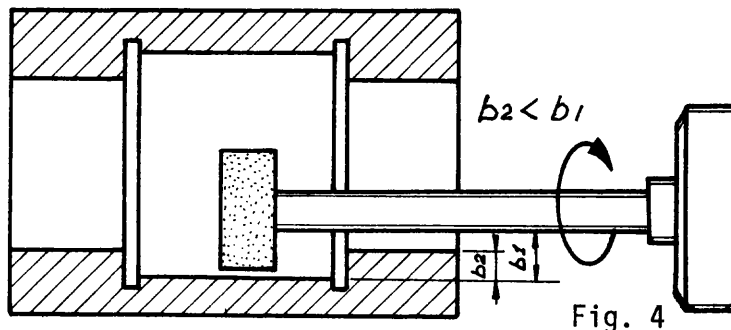

Fig. 4
- 2) La diferencia de diámetros entre muela y mandril deberá ser su ficiente para permitir la rectificación del rebaje (fig. 4).